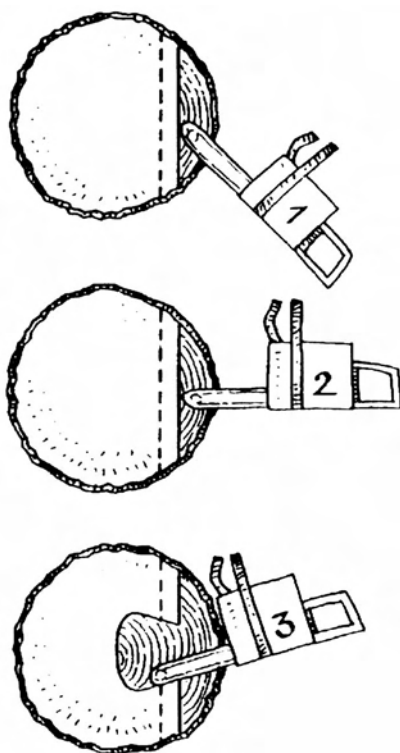

FIG. 069
- La entalladura guía será de 1/3 del diámetro. **FIG. 069**
- Se debe prolongar la profundidad del 2º corte u horizontal de la entalladura, en la zona central, dejando a ambos lados algo menos del ancho de la espada. **FIG. 069**